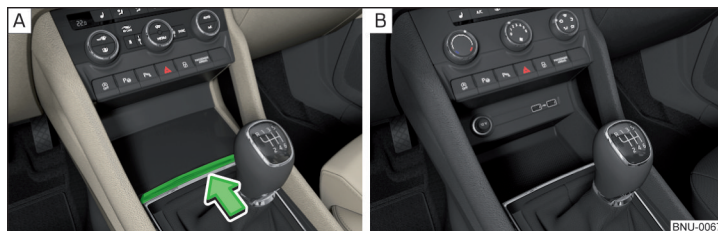

Fig. 97 Abrir compartimento guardaobjetos / Compartimento guardaobjetos no bloqueable
- » Para **abrir**, presionar sobre la regleta en el sentido de la flecha » fig. 97 - **A**.
Determinadas versiones de modelo no disponen de ninguna tapa del compartimento guardaobjetos » fig. 97 - **B**.